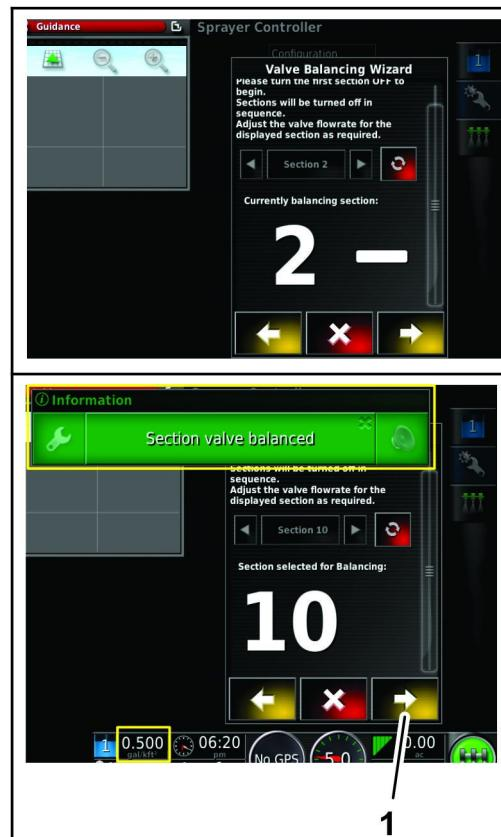

图 149
8. 对 2 至 10 号阀门重复步骤 6 和 7 图 149。
9. 所有喷洒臂段阀都已经平衡后请按“下一步”图标图 149。